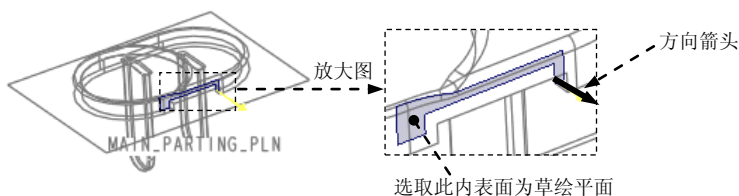

图 13.9 定义草绘平面
(1) 单击 **分型面** 功能选项卡 **形状** 区域中的  按钮，此时系统弹出“拉伸”选项卡。
(2) 定义草绘截面放置属性。右击，从系统弹出的菜单中选择 **定义内部草绘...** 命令；在系统  **选择一个平面或曲面以定义草绘平面** 的提示下，采用“列表选取”的方法，选取图 13.9 所示的内表面为草绘平面，接受图 13.9 中默认的箭头方向为草绘视图方向，然后选取图 13.9 所示的 `MAIN_PARTING_PLN` 基准平面为参考平面，方向为 **上**。单击 **草绘** 按钮，至此系统进入截面草绘环境。